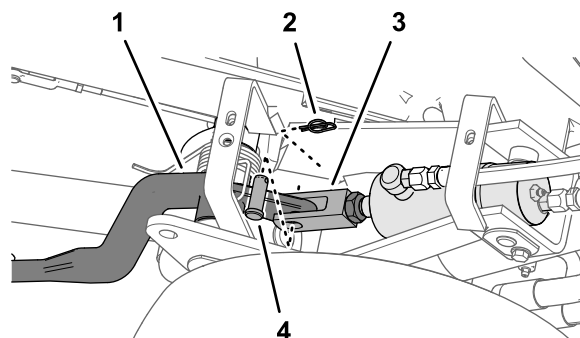
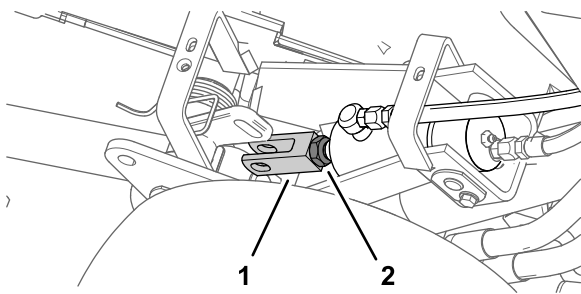

図 52
図 53
3. 調整する昇降シリンダのクレビスフィッティングを固定しているジャムナットをゆるめる 図 52。
4. リテーナピンとクレビスピンを抜き取る 図 52。
5. クレビスを回して適当な高さにする 図 53。
6. クレビスフィッティングを昇降アームに組み付けてクレビスピンとリテーナピンで固定し、ジャムナットを締め付ける図 52と図 53。